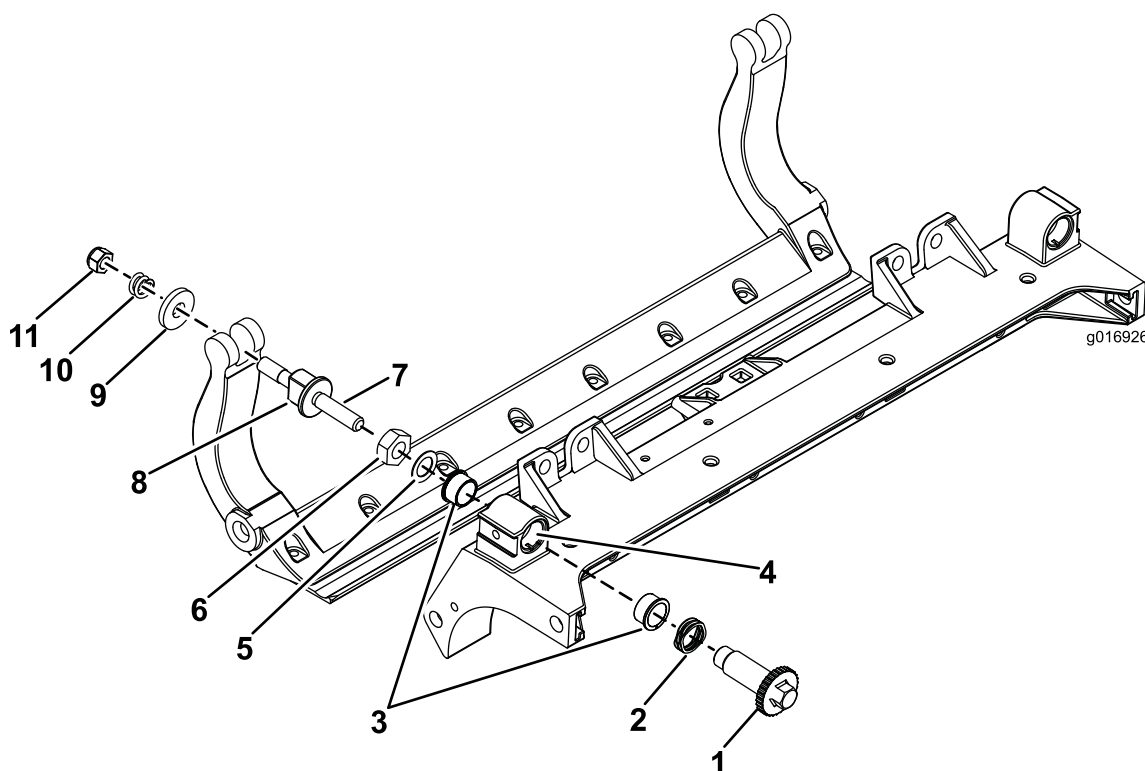

Рисунок 28
1. Снимите все детали (см. *Инструкции по установке для HD комплекта DPA* и Рисунок 28).
2. Нанесите смазку Never Seize на внутреннюю поверхность втулки на центральной раме режущего блока (Рисунок 28).
3. Совместите шпонки фланцевых втулок с прорезями в раме и установите втулки (Рисунок 28).
4. Установите волнистую шайбу на шпindel регулятора и вставьте шпindel регулятора во фланцевые втулки, установленные в раме режущего блока (Рисунок 28).
5. Закрепите шпindel регулятора с помощью плоской шайбы и контргайки (Рисунок 28).
| 9. Установите на регулировочный винт, не затягивая, закаленную шайбу, пружину и гайку натяжения пружины.                           | 12. На нейлоновые шайбы установите стальные шайбы ( <a href="#">Рисунок 28</a> ).  |
**Примечание:** Шайбы с внутренней стороны могут иметь зазор (Рисунок 28).
15. Затяните гайку на каждом узле регулировки планки неподвижного ножа до полного сжатия пружины, а затем отпустите гайку на 1/2 оборота (Рисунок 28).